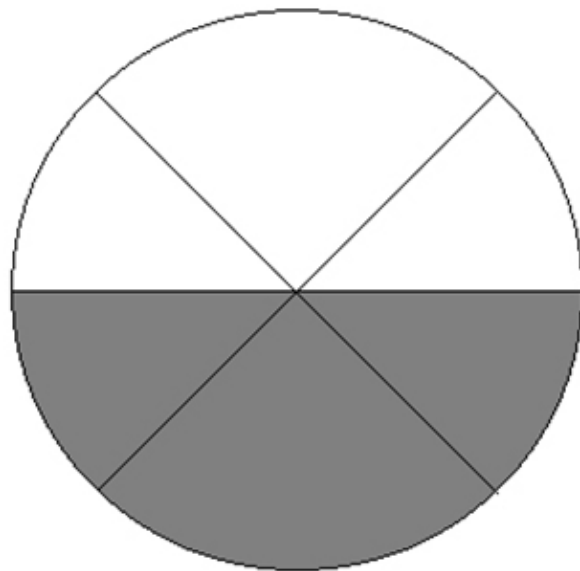

Fig.2
Il rifrattometro si basa su questo principio per determinare gli indici di rifrazione. In esso raggi luminosi con angoli diversi colpiscono la superficie con angoli di rifrazione sempre superiori a  $90^\circ$ . Con un telescopio si osserva il raggio emergente e nel campo visivo dello stesso telescopio si può vedere un'immagine chiara e scura, divisa da una linea di demarcazione ben distinta, come illustrato in fig. 2. La linea di demarcazione del campo chiaro e di quello scuro è precisamente la posizione dell'angolo critico.
Nel frattempo lo specchio orientabile (3) ruota attorno al centro della scala graduata e sullo schermo (6) vengono riflessi i valori degli indici di rifrazione delle varie posizioni con l'aiuto dello specchio (10), dell'obiettivo di lettura (9) e del prisma montato in parallelo (8) (si veda la parte bassa della fig. 2).